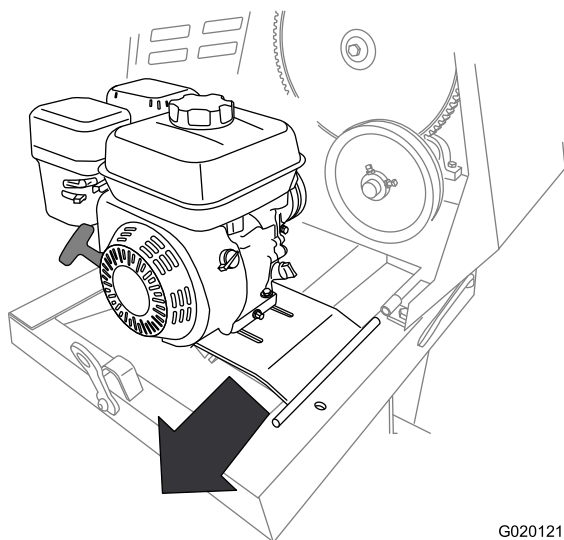

Figure 51
8. Poussez le plancher moteur en arrière et sortez-le du support de charnière avant (Figure 51).
9. Déposez le moteur et le plancher moteur de la machine (Figure 51).
2. Alignez le pivot du plancher moteur sur le support de charnière avant (Figure 51).
3. Poussez le plancher moteur en avant et le pivot dans le support de charnière avant (Figure 51).
4. Alignez le support de charnière arrière sur le pivot de la charnière du plancher moteur (Figure 51).